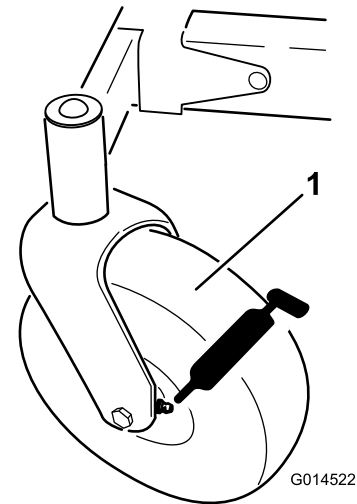
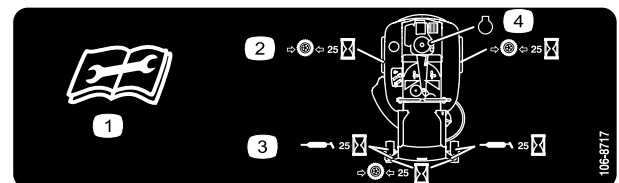

Figure 26
Figure 27
3. Nettoyez les graisseurs (Figure 26 et Figure 27) à l'aide d'un chiffon. Grattez la peinture qui pourrait se trouver sur les graisseurs.
4. Raccordez une pompe à graisse à chaque graisseur (Figure 26 et Figure 27). Injectez de la graisse dans